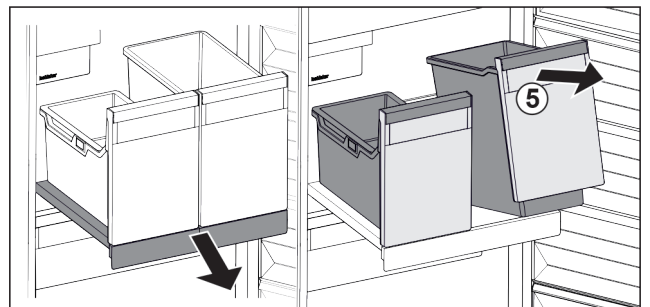

Fig. 89
- ▶ Nadvihnite nádobu Fig. 89 (5) vpredu.